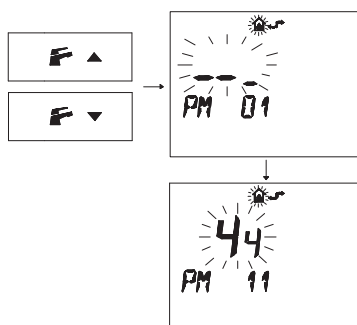

Fig. 5.57
- Premere i pulsanti $\mathbb{F}\downarrow$ o $\mathbb{F}\uparrow$ per visualizzare la programmazione "PM11" della postcircolazione pompa (Fig. 5.57).